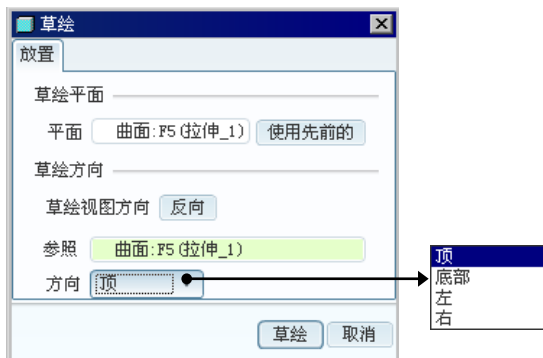
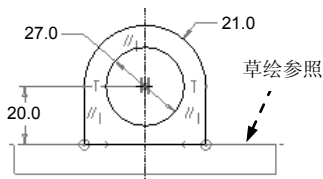

图 5.2.49 “草绘”对话框
图 5.2.50 截面草图
b) 指定参照平面的方向：在图 5.2.49 所示的“草绘”对话框中，选取**顶**作为参照平面的方向。
④ 单击“草绘”对话框中的**草绘**按钮。至此，系统进入截面草绘环境。
(3) 创建图 5.2.50 所示的特征截面草图，详细操作过程如下。
① 定义截面草绘参照。选取 RIGHT 基准平面和图 5.2.50 所示的表面为草绘参照。
d) 绘制图 5.2.50 所示的截面草图，并创建对称约束及相切约束。
(4) 完成截面绘制后，单击“草绘”工具栏中的“完成”按钮 。